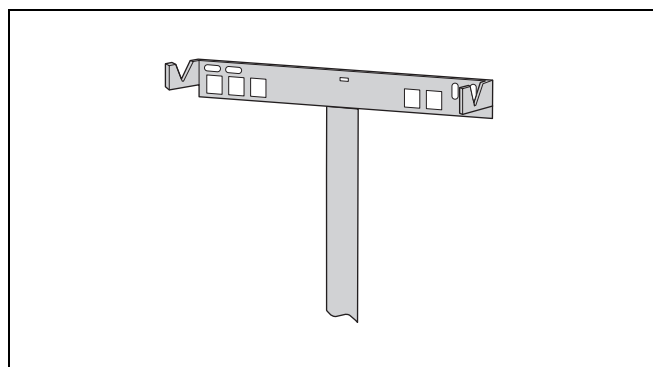

fig. 6 Bandes en plastique pour corriger la longueur
- Installer la fixation murale. Utiliser la bande plastique pour corriger la longueur (fig. 6). Les encoches sur la fixation murale sont prévues pour l'affectation des raccordements selon la "Notice de montage du kit de raccordement".